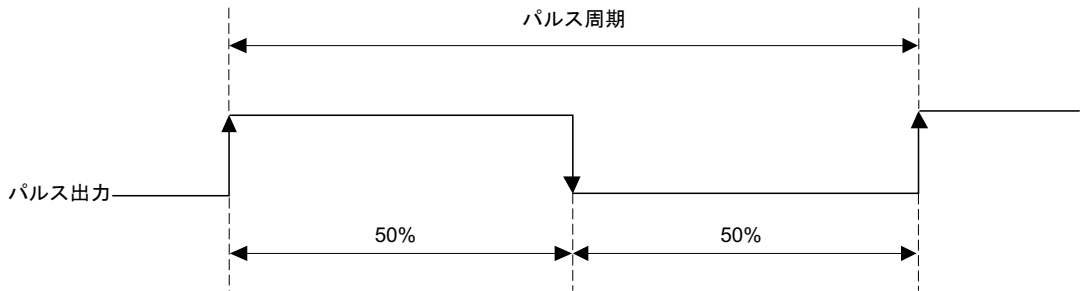

図 2.4 パルス出力
- (1) MTUのch0を使用して、図2.4に示すようにRAMに設定された周期のデューティ50%のパルスを出します。
- (2) 内蔵周辺クロック $P\phi=40.0\text{MHz}$ で動作時、出力するパルスの周期は50.0nsから1.63msの間で任意に設定できます。